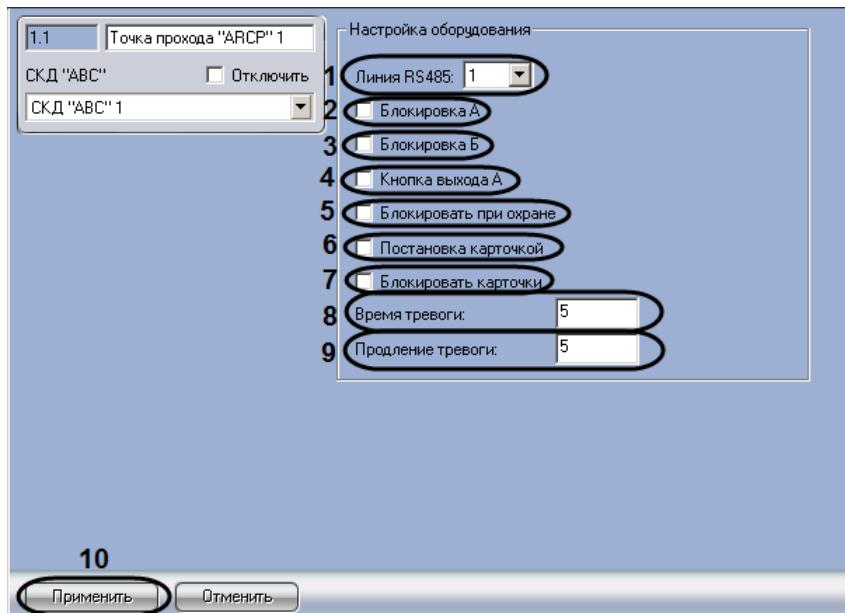

Рис. 3.3—2 Настройка локального контроллера ARC
2. Из раскрывающегося списка **Линия RS485** выбрать номер канала центрального контроллера ABC (1 или 2), используемого для связи с данным локальным контроллером ARC (см. Рис. 3.3—2, 1).